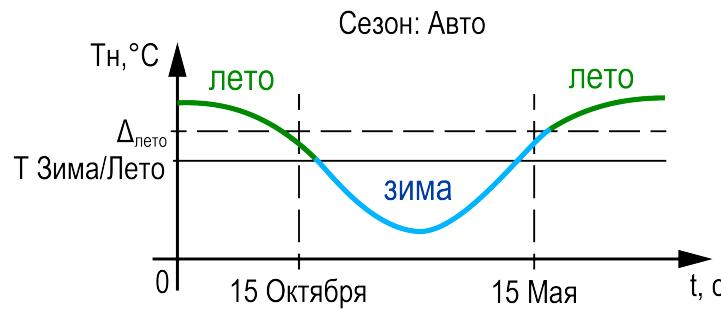

Рисунок 9.7 – Определение сезона
- параметр **Переход: Авто** — к условию перехода между режимами в ручном режиме добавляется условие автоматического перехода (см. рисунок 9.7). Условие перехода в **Лето**: среднесуточная температура наружного воздуха стала выше значения установленного в параметре **Уставка лето** на 3 градуса (не редактируемая величина) и текущая дата находится в диапазоне между датой включения режима **Лето** (**Вкл**) и датой выключения (**Выкл**). Условие перехода в **Зиму**: среднесуточная температура наружного воздуха стала ниже значения установленного в параметре **Уставка лето** и текущая дата находится в диапазоне между датой выключения режима **Лето** (**Выкл**) и датой включения (**Вкл**). На рисунке 9.7 в качестве примера изображается 15 октября (дата перехода из Лета в Зиму) и 15 мая (дата перехода из Зимы в Лето).